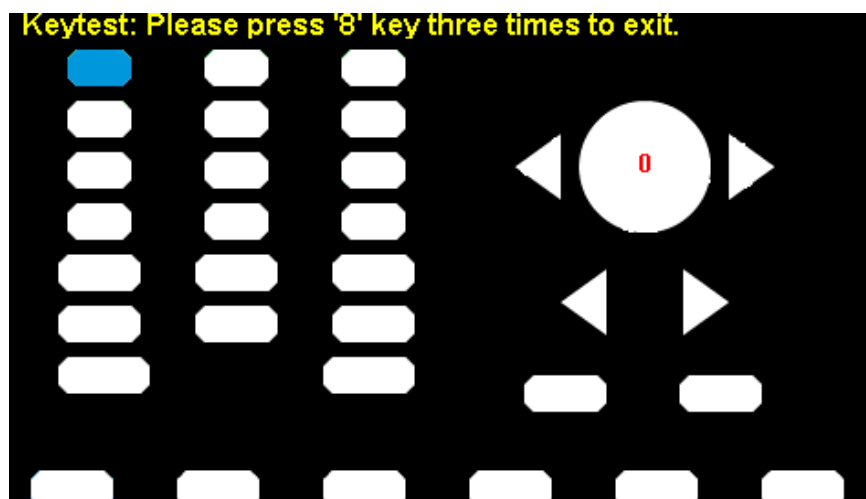

图 2-54 按键测试界面
- 屏幕上显示 “Keytest: Please press '8' key three times to exit.” 的提示信息表示按数字按键 “8” 3 次退出测试。如图 2-54 所示：